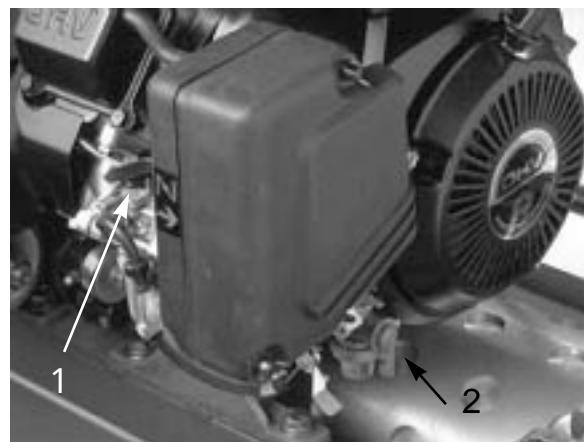

図 22
チョーク・レバー(図22)
燃料バルブ(図22)
- 2 . 燃料バルブ(図22)を開く。
- 5 . エンジンが冷えている場合はチョーク(図22)を半開きとする。